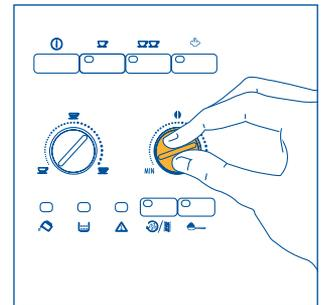
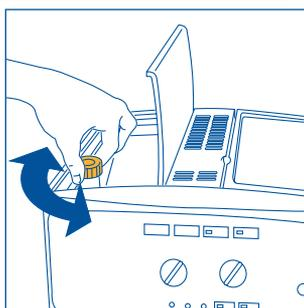

Fig.7
Fig. 17
- 2) Com o botão do lado direito (fig. 7) defina o sabor desejado do café. Quanto mais rodar para a direita, maior será a quantidade de café em grão moído pela máquina e, logo, mais forte será o sabor do café obtido. Na primeira utilização, é necessário fazer várias tentativas e tirar mais do que um café, a fim de encontrar a posição correcta do botão. Preste atenção para não rodar o botão demasiado para a direita. Se o fizer, poderá obter uma extracção demasiado lenta (às gotas), sobretudo quando se tiram duas chávenas de café.
**NOTA 1:** Se o café sair às gotas ou não sair de todo, é necessário rodar o botão de regulação da moagem (fig. 17) um nível para a direita (consulte o par. 6). Avance um nível de cada vez até obter uma extracção satisfatória.
**NOTA 2:** Se o café sair de forma demasiado rápida e se o creme não for satisfatório, rode ligeiramente o botão do lado direito (fig. 7) no sentido dos ponteiros do relógio. Faça várias tentativas e tire mais do que um café, a fim de encontrar a posição correcta do botão. Preste atenção para não rodar o botão demasiado para a direita. Se o fizer, poderá obter uma extracção demasiado lenta (às gotas), sobretudo se tirar duas chávenas de café. Se, ao fim de alguns cafés, não obtiver um creme satisfatório, rode também o botão de regulação da moagem (fig. 17) um nível para a esquerda (consulte o par. 6).
Para resolver este problema, é necessário regular o grau de moagem do moinho de café, rodando o botão de regulação da moagem (fig. 17) um nível para a esquerda (conforme descrito no cap. 6).
O moinho de café não deve ser regulado, pelo menos inicialmente, pois já se encontra regulado de origem para obter uma extracção correcta do café. Se, porém, depois de tirar os primeiros cafés, a extracção estiver demasiado rápida ou lenta (às gotas), será necessário corrigi-la com o botão de regulação do grau de moagem (fig. 17). Rodando-o um nível para a direita (o equivalente a um número), obtém-se uma extracção de café mais rápida (sem gotas).